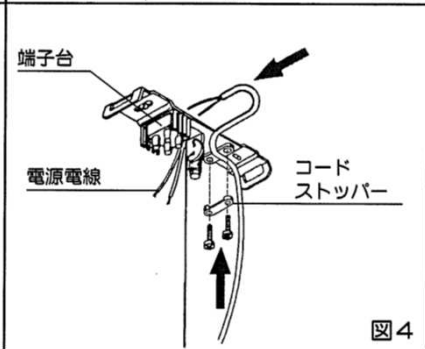

図4
4. コードストッパーを再度締め上げ、コードと電源電線を端子台に接続してください。(図4)